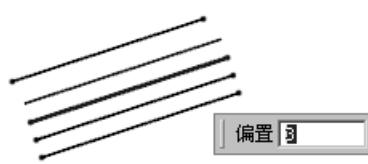

图 5.6.27 直线的偏置（二）
- 如需要偏置多条直线，可以在上述 Step5 中，在图形区合适的位置继续单击，然后单击中键完成，结果如图 5.6.27 所示。